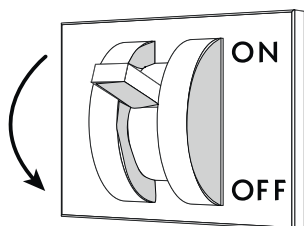

Fig. 21
- Desconectar la alimentaci n el ctrica del mueble mediante el interruptor seccionador general instalado en la pared ("Fig. 21").